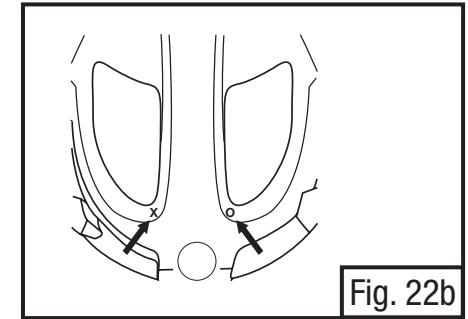

Fig. 22b
**Remarque :** Sur la pièce faciale de série M-100 seulement, les marques « X » et « O » situées à l'intérieur de la coquille de la pièce faciale servant à faciliter l'installation des pièces protectrices pour la tête pour écran facial peuvent également être utilisées comme repères pour fixer les protecteurs d'oreilles. Faire correspondre la marque de l'élément de montage avec celle de la calotte M-100 (« X » avec « X »). Voir la Fig. 22b. Il n'y a pas de marques « X » et « O » à l'intérieur de la pièce faciale M-300.